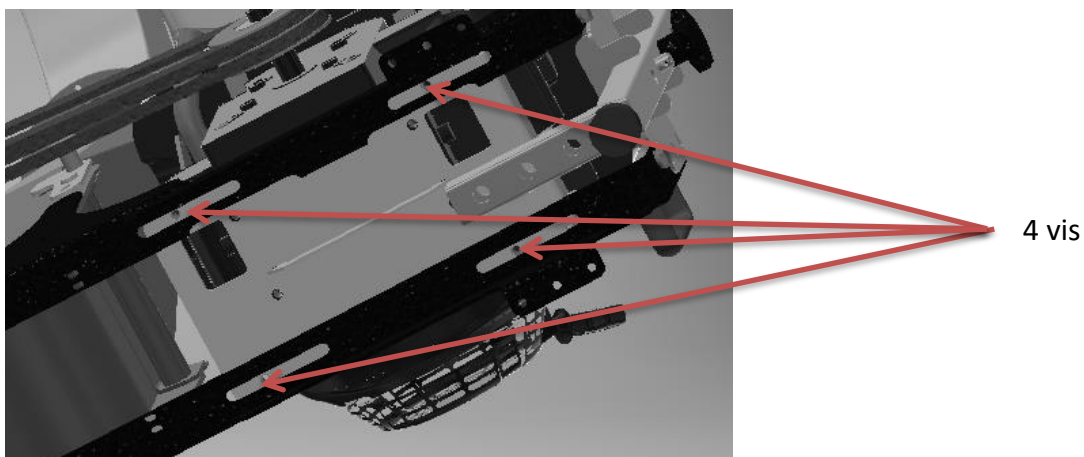

Figure 12
4. Resserrer les 4 vis sur la base. Voir figure 12.